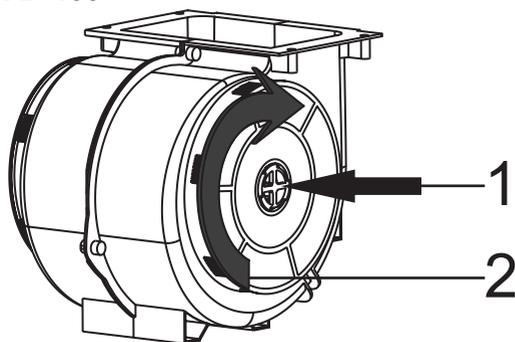

Fig. 6: FILTRO A CARBONE AF 100
1. Posizionare il filtro a carbone nella sua sede. Fig. 6
sede. Fig. 6